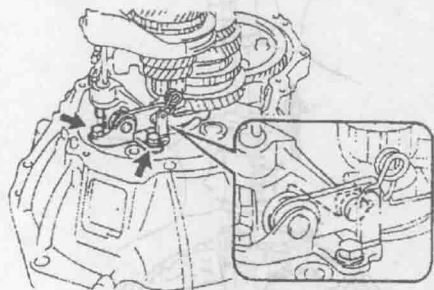

图 1-6 拆下两条螺栓及倒档摆臂支架
- 6) 拆下两条螺栓及倒档摆臂支架, 如图 1-6 所示。